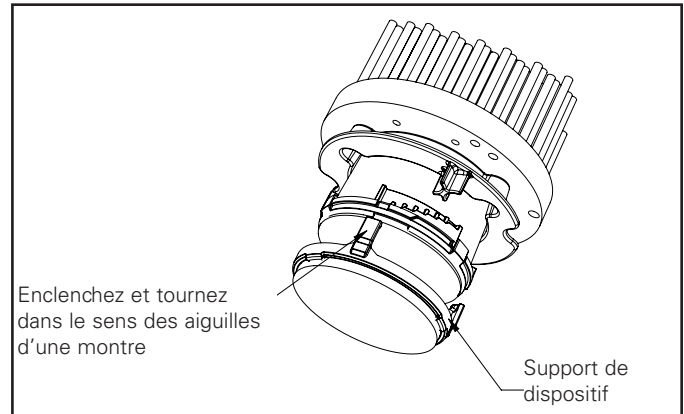

Figure 15B.
2. Support de dispositif simple ou double aussi offert. Pour l'installer, placez le dispositif sur le support de dispositif. Insérez les fermoirs au bas du mécanisme d'enclenchement à escalier. Tournez dans le sens des aiguilles d'une montre jusqu'à ce qu'il soit serré. (Figure 15B).